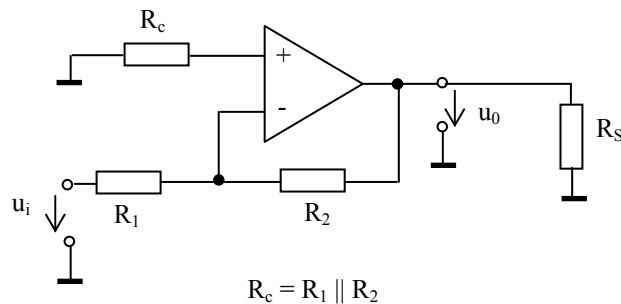

Fig. 5. AO în configurație de amplificator inversor.
Schema de conectare este cea prezentată în Fig. 5. Rezistențele R_1 și R_2 au valori egale ($R_1 = R_2$). Conform relației (9) rezultă $A_{rep} = -1$.